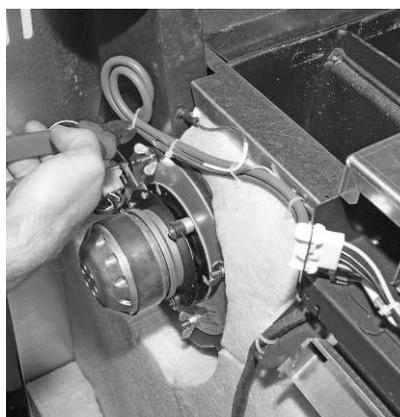

Fig. 30 Tagliare la fascetta per cavi
- Tagliare la fascetta per cavi sul cavo del ventilatore - Fig. 30.